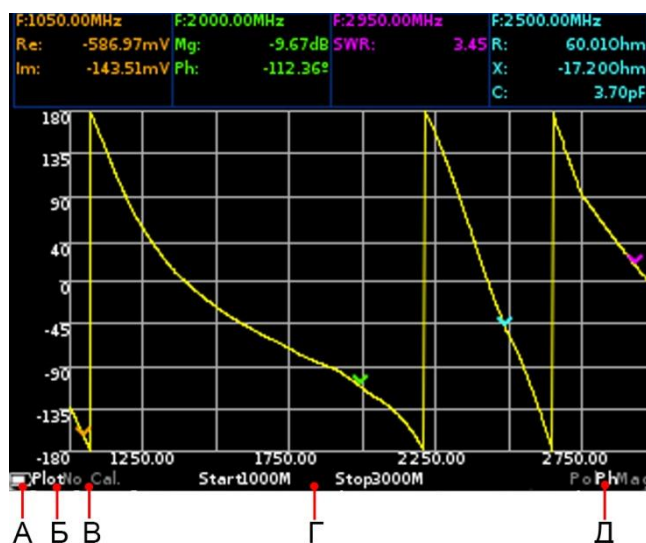

Рисунок 8.1 – Экран прибора
8.2. Справа, от индикатора состояния аккумулятора отображается режим (Б), рисунок 8.1, в котором находятся кнопки перемещения (8):
- **Plot** – режим, в котором кнопками (8) производится переключение диаграмм и графиков на экране прибора;
- **Span** – кнопками (8), пользователь может изменять диапазон обзора при постоянной центральной частоте;
- **Freq** – кнопками (8) производится изменение начальной и конечных частот без изменения ширины частотного плана (сдвиг частотного плана);
- **Mkr 1 ... Mkr 4** – активный маркер, который может быть перемещен кнопками (8). Переключение между маркерами производится нажатием на кнопку (11) «MKR»;
- **Amp** – режим, в котором кнопками (8) производится изменение опорного уровня при выводе таких графиков, как магнитуда, логарифмическая магнитуда и КСВН
8.3. Обозначение типа калибровки (В) рисунок 8.1:
8.4. В центре нижней строки отображается частотное задание (Г) рисунок 8.1:
8.5. В правом нижнем углу экрана отображается тип выведенного на экран прибора графика (Д) (Рисунок 8.1):